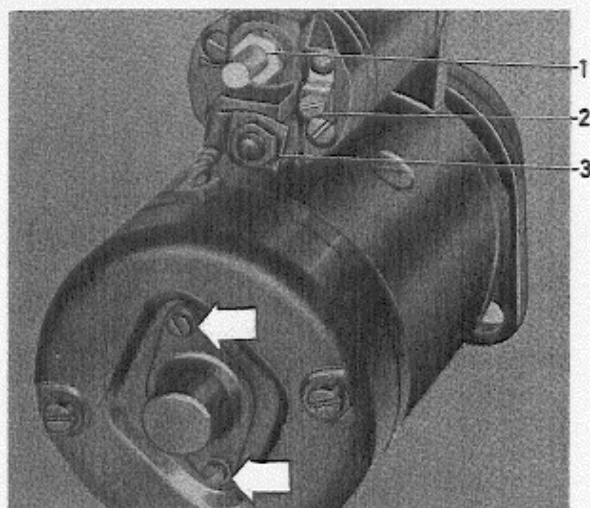

Abb. 42 Anlasser
1. Die kleine Kappe über dem vorderen Wellenende lösen, siehe Abb. 42.